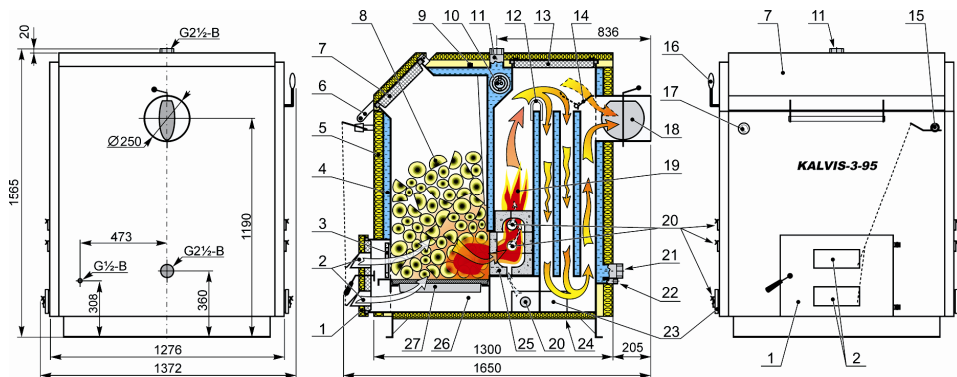

Рис. 1
Корпус котла (4) (см. рис. 1), сварен из листов специальной стали, имеет полости, в которых нагревается вода. Котел снаружи покрыт термоизоляционными щитами. В передней части котла находятся регулятор тяги (15), управляющий заслонкой подачи воздуха (2), двери (1), за которыми расположены чугунные дверцы обслуживания (3). Камера загрузки топлива закрывается крышкой (7). Внутри корпуса установлена заслонка розжига (14), открывающая путь дыму напрямую в дымовую трубу (18), используемая при розжиге котла и пополнении его топливом; а также колосники (27). В камере сгорания (16) расположены плиты термостойкого бетона (25) и отверстия вторичного воздуха (20), поддерживающие высокую температуру и сжигающие CO.